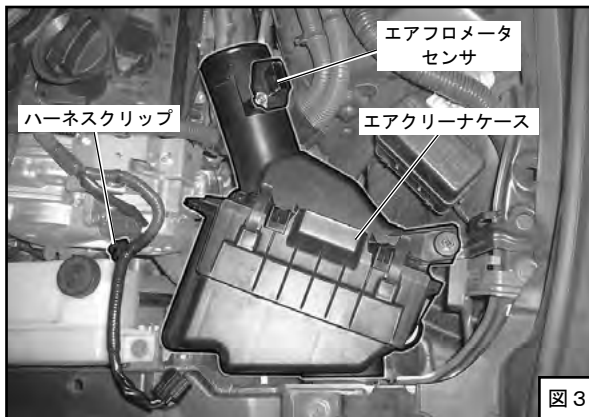

図3
- (6) エアフロメータセンサからコネクタを外してください。（図3）
- (7) ハーネスクリップをエアクリーナケースから外してください。（図3）
- (8) ボルトを外し、エアクリーナケースを取外してください。（図3）
- (9) エアクリーナケースアツパからエアフロメータセンサを取外してください。（図3）